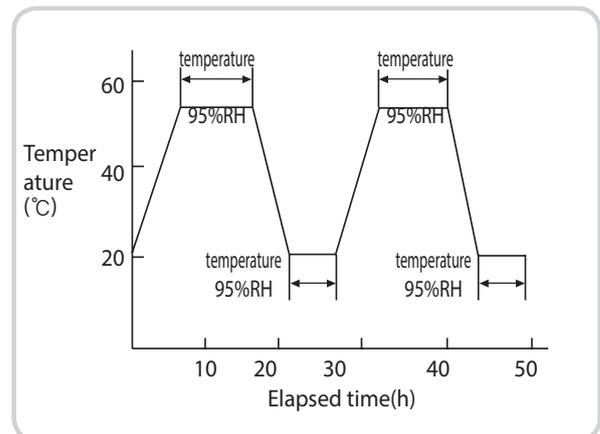

Fig. 7. Testing conditions of temperature and humidity
1) Испытание на воздействие температуры и влажности. На Рис. 7 представлены результаты после проведения такого испытания. При отсутствии проблемы, связанной с пульсацией из-за коррозии, старения изоляционного материала, изменения пластикового литого изделия и изменением функциональных характеристик, результат считается удовлетворительным.